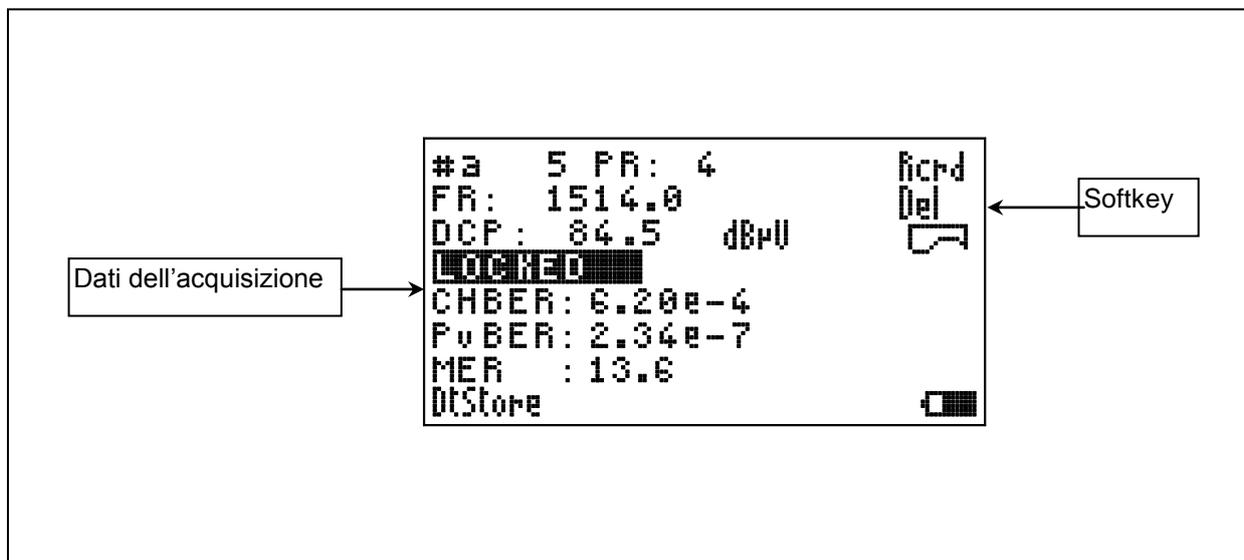

Figura 11 Esempio di schermata relativa alla quinta acquisizione.
- ACQUIRE #a 2 . 1%. Avvia un'acquisizione. Sulla stessa riga è indicato il numero della prossima acquisizione e il riempimento della memoria in percentuale. È possibile anche effettuare una acquisizione istantanea in qualsiasi momento e in qualsiasi modalità di misura si trovi lo strumento, semplicemente tenendo premuto MEA (23).
- SHOW DATA LOGGED>. Mostra il risultato delle acquisizioni. Viene proposta per prima la pagina del primo programma dell'ultima acquisizione effettuata. Premendo  **SOFT KEY (6)**, selezionando **Rcrd** e confermando con **ENTER (7)**, si abilita lo Shaft Encoder all'esplorazione in sequenza dei vari programmi delle varie acquisizioni (vedi Figura 11).